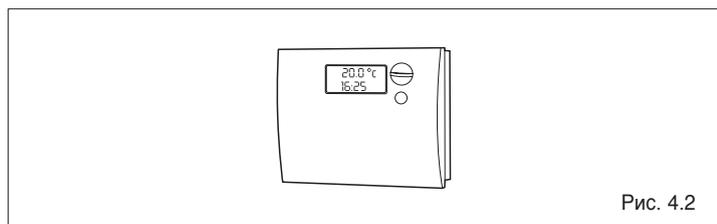

Рис. 4.2
- установите термостат в помещении на требуемую температуру ( $\sim 20^{\circ}\text{C}$ ), либо, если в системе установлен программируемый таймер или устройство терморегулирования, убедитесь в том, что оно «активировано» и установлено ( $\sim 20^{\circ}\text{C}$ ) (Рис. 4.2)